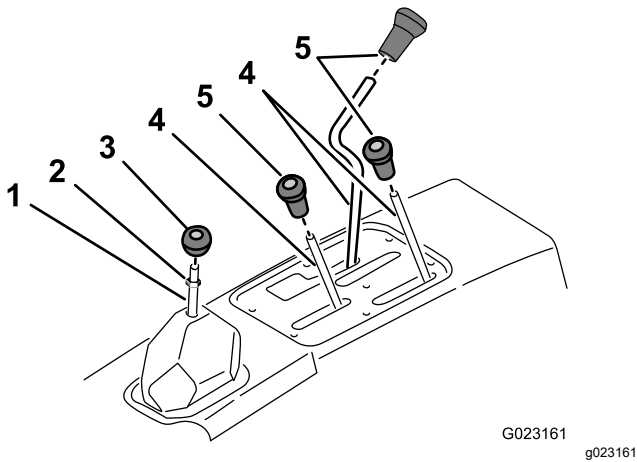

Figure 2
1. Dévissez et déposez le pommeau de tous les leviers de la console et du levier de vitesse (Figure 2).
2. Retirez l'écrou de blocage du levier de vitesse (Figure 2).